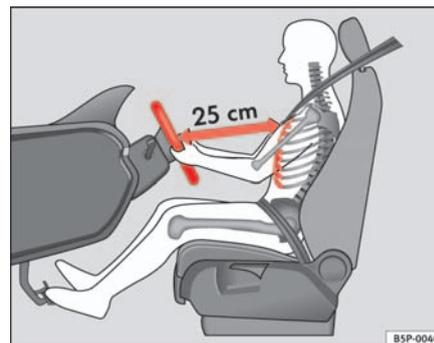

Fig. 129 Posizione corretta sul sedile di guida
- Posizionare il volante nel modo desiderato ⇒ fig. 129.
- Regolare il sedile del conducente o la posizione del volante in modo tale che la distanza tra il volante stesso e lo sterzo del conducente sia di almeno 25 cm ⇒ pag. 160, fig. 129. Se la distanza minima non viene rispettata, l'efficacia del sistema degli airbag si riduce, con gravi rischi per l'incolumità delle persone (non escluso quello di morte).